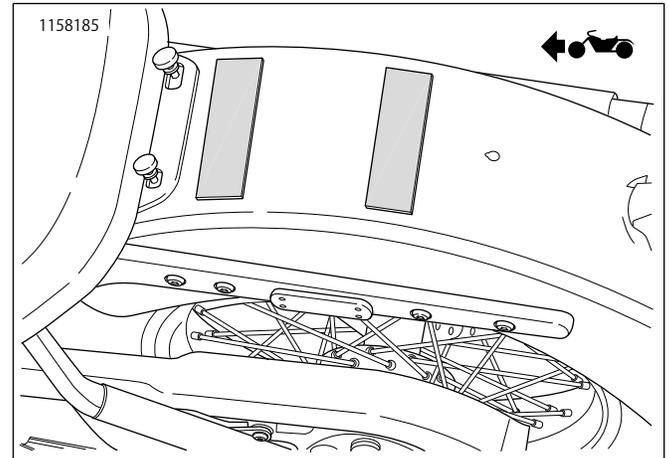

図1。摩耗防止テープの配置
1. 図1摩耗防止テープを2枚に切り分け、リアフェンダーの幅に調整して貼り付けます。